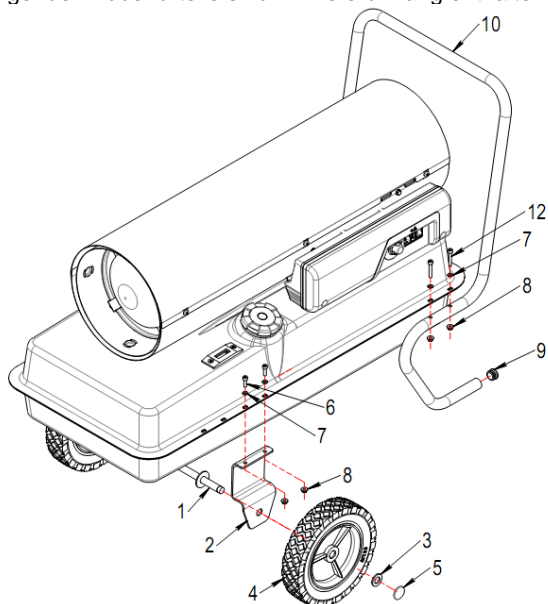

Abb. 2
Um das Gerät zu montieren, wie folgt vorgehen (siehe Abb. 2): Eine der Halterungen (2) am Tank befestigen und dazu die Schrauben (6), die Unterlegscheiben (7) und die Muttern (8) verwenden. Die Achse (1) über die befestigte Halterung (2) gleiten lassen, die andere Halterung (2) anbringen und die Achse über die andere Halterung gleiten lassen. Der Reihenfolge nach Folgendes montieren: Räder (4), Unterlegscheiben (3) und Befestigungsringe (5). Vorsichtig auf die Beschläge schlagen, um diese zu befestigen.